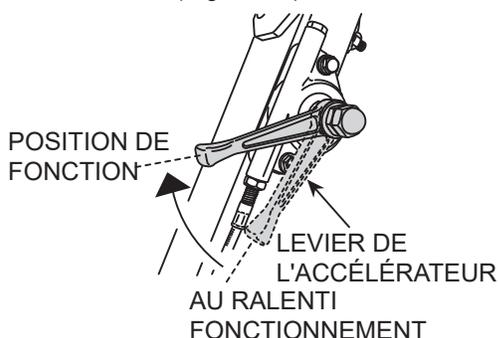

Figure 20. Levier d'accélérateur (position de fonctionnement)
1. Une fois que le moteur a démarré, réglez rapidement le levier d'accélérateur du moteur en **position de fonctionnement** (Figure 20).